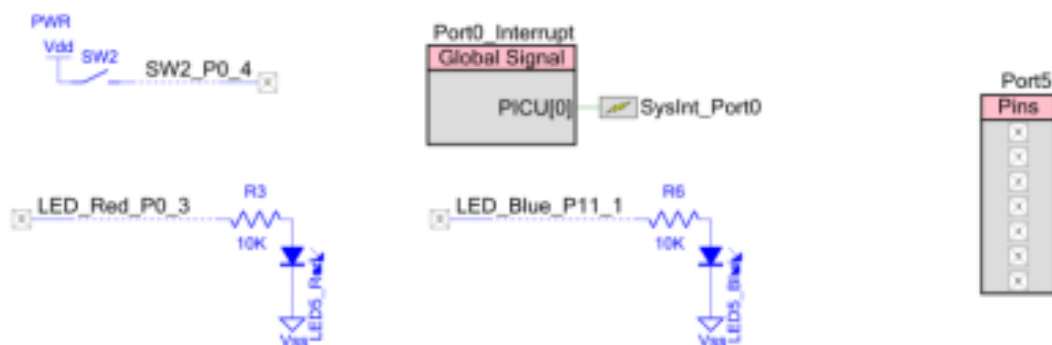

Рис. 3.7. Схема проекту для демонстрації методів налаштування, читання, запису, генерації переривань для виводів GPIO PSoC 6
Реалізуємо проект, який демонструє декілька методів налаштування, читання, запису та генерування переривань за допомогою виводів вводу/виводу загального призначення (GPIO) мікроконтролера PSOC 6. Схема цього проекту зображена на рис. 3.7.
1. Реалізувати проект, принципова схема якого зображена на рис. 3.7. Програмну частину для нього взяти з файлу main_cm4.c проекту SE220263 [1].